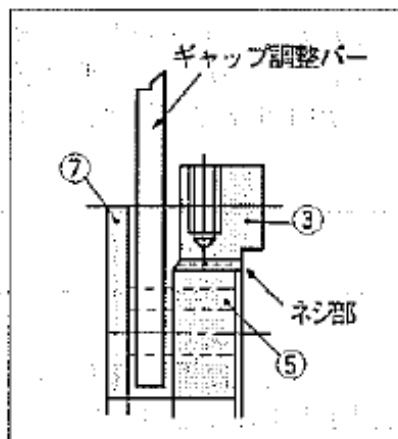

図 9
- ハ. 図9のようにアウターディスク⑦とセンターリング③の間からギャップ調整バー（お客様で角板をご用意ください。）をギャップ調整ネジ⑤の溝に差し込んでください。フィールド側から見て左に回すとギャップが狭くなり、右に回すとギャップが広くなります。